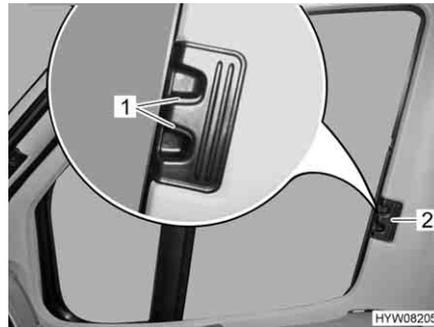

Bild 88    **Faltverdunklung für Fahrer-/Beifahrerfenster**
- Entriegelungsgriffe (Bild 88,1) zusammendrücken und gedrückt halten.
- Die Faltverdunklungen für das Fahrerfenster und das Beifahrerfenster am Griff (Bild 88,2) zur anderen Fensterseite ziehen und an den Magnetstreifen aneinanderfügen.
- Die Faltverdunklungen für das Fahrerfenster und das Beifahrerfenster am Griff (Bild 88,2) bis zum Anschlag einschieben.
- Entriegelungsgriffe (Bild 88,1) loslassen und einrasten lassen.